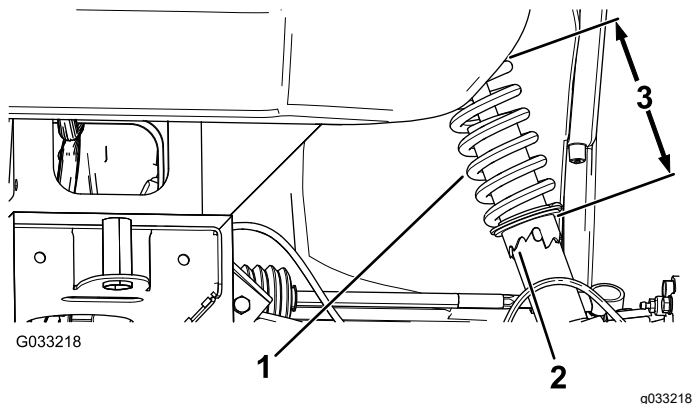

Figura 57
2. Si la caída de la rueda no está alineada, utilice la llave de tuercas para girar el collarín en el amortiguador y alinear la rueda (Figura 57).